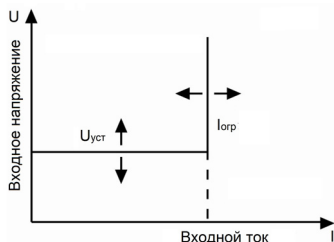

Рисунок 2-13. Ограничение тока в режиме постоянного напряжения
Параметр CV Curr Limit используется для ограничения максимального входного тока в режиме постоянного напряжения (CV). При достижении установленного предельного тока напряжение на входе может превышать заданный уровень, при этом электронная нагрузка переключится в режим постоянного тока (CC) (см. рисунок 2-13). Вход не будет отключен, если установка предельного тока (CV Curr Limit) будет отличаться от тока аварийного отключения входа.